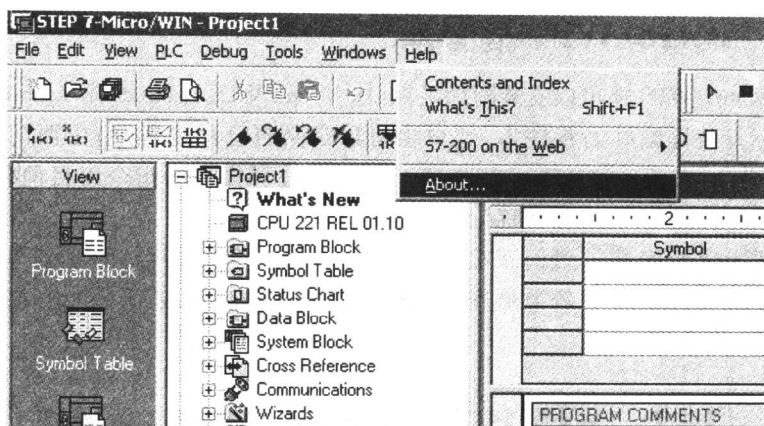
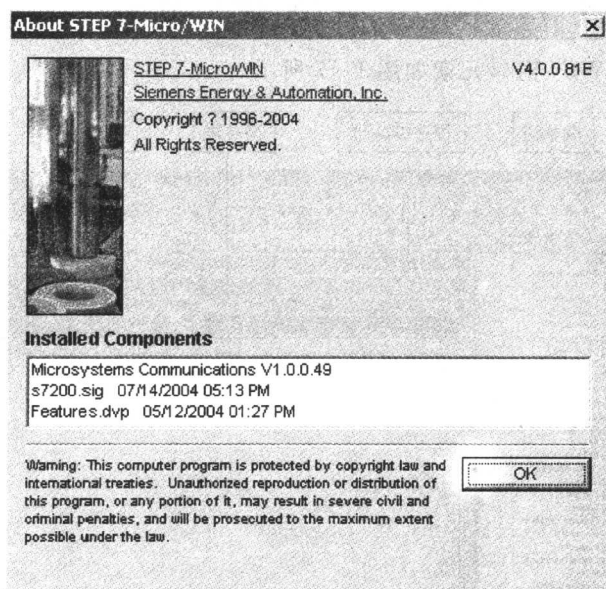

图 1-5 查看版本信息
图 1-6 详细的版本信息
⑤ 重新启动后,双击 Windows 桌面上的 STEP 7-Micro/WIN 图标,或者在 Windows 的“开始”菜单中找到相应的快捷方式,运行 STEP 7-Micro/WIN 软件。选择 Help|About 菜单项查看软件版本信息,如图 1-5 所示。详细的版本信息如图 1-6 所示。